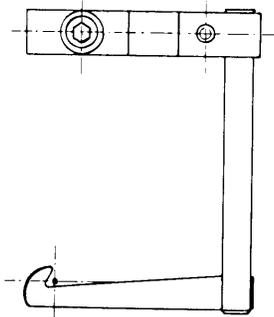

Fig. 18
- Con gancio tutto a sinistra, ruotare a mano il volantino della testa e verificare che l'ago (o gli aghi) si trovino all'interno del becco (fig. 18). In caso di regolazione agire come segue: